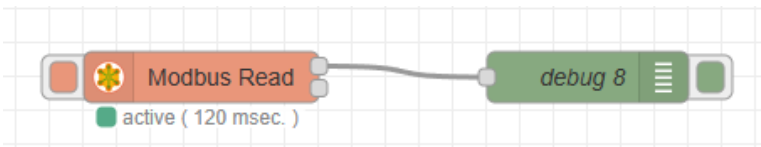

Рис. 3.8. Чтение данных с устройства по Modbus RTU
1. Добавьте узел Modbus – Read (чтение данных с ведомого устройства) на рабочую область. Подключите его к узлу debug (см. рис. 3.8).